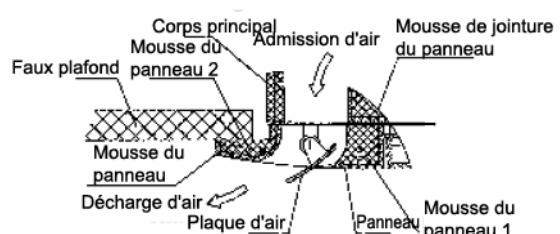

Figure 12
- Continuez à serrer les vis sous les suspensions du panneau jusqu'à ce que l'épaisseur de la matière spongieuse située entre le corps principal et la sortie du panneau soit d'environ 4~6 mm. Le rebord du panneau doit entrer parfaitement en contact avec le plafond. (cf. figure 12)